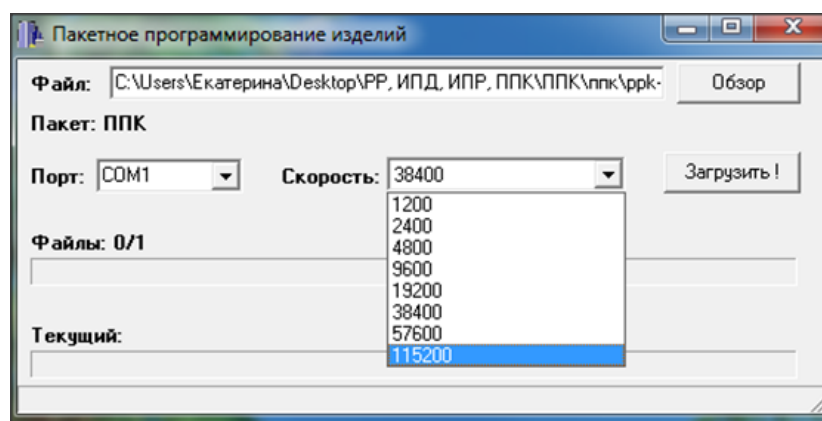

Рисунок 8 - Установка скорости обмена данных COM-port
1.1.10. Установить скорость обмена данных **115200 kb/s** в всплывающем списке **Скорость**. (рисунок 8).